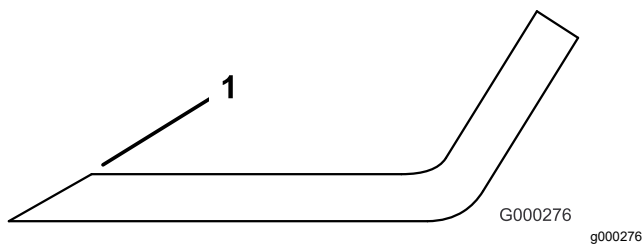

Bild 27
4. Prüfen Sie die Schnittkanten aller Messer und schärfen die Kanten, wenn sie stumpf sind oder Kerben haben (Bild 27).
Hinweis: Schärfen Sie nur die Oberseite der Schnittkante und behalten Sie den ursprünglichen Schnittwinkel bei, um die Schärfe des Messers zu gewährleisten (Bild 27). Das Schnittmesser bleibt ausgewuchtet, wenn von beiden Schnittkanten die gleiche Materialmenge entfernt wird.